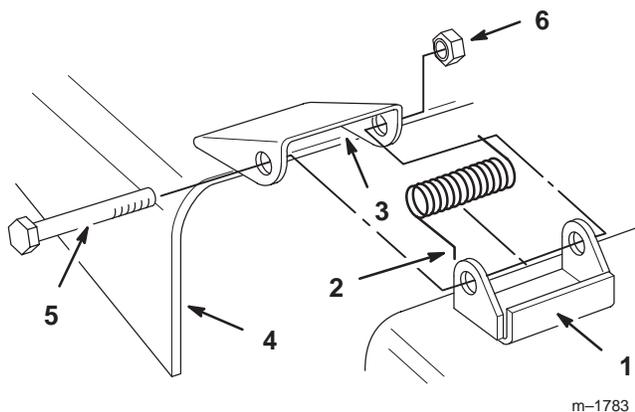

Figure 48
1. Enlevez le contre-écrou, le boulon et le ressort qui fixent le déflecteur aux supports du plateau de coupe (Fig. 48). Enlevez le déflecteur s'il est endommagé ou usé.
2. Placez les ressorts dans les supports du plateau de coupe, les extrémités crochues engagées sur la partie arrière surélevée (Fig. 48).
3. Placez le déflecteur en face des trous des supports et les extrémités droites des ressorts dans l'espace sous la charnière et au-dessus du déflecteur (Fig. 48).